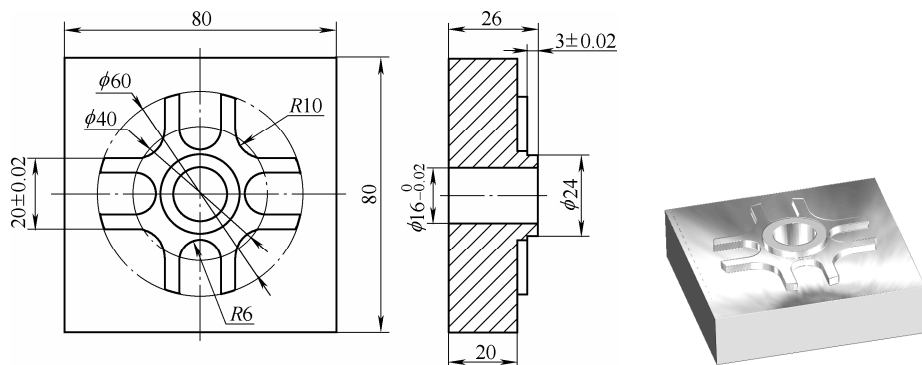

图 2-97 练习题 1) 图
1) 计算图 2-97 所示零件的加工刀具路径。毛坯为方坯，刀具和切削参数自定义。零件数模在光盘中的存放位置：光盘符:\习题\ch02\xt 2-01.dgk。光盘内附有参考答案。